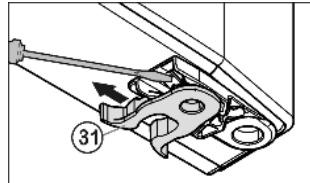

Fig. 10
- ▶ переставить пружинный зажим Fig. 10 (31): Нажать вниз язычок защелки, снять с него пружинный зажим.